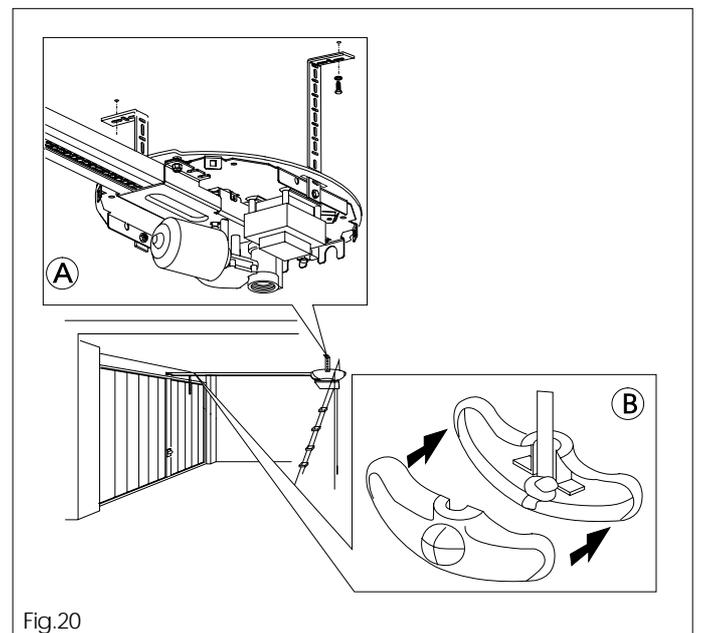

Fig.20
- 6.14 Alojén el nudo como se indica en la fig. 20 ref.B en el interior del pomo y ciérrenlo de nuevo.
- 6.12 Taladren, introduzcan los tacos y fijen mediante tornillos y arandelas la unidad motor al techo (fig.20 ref.A).